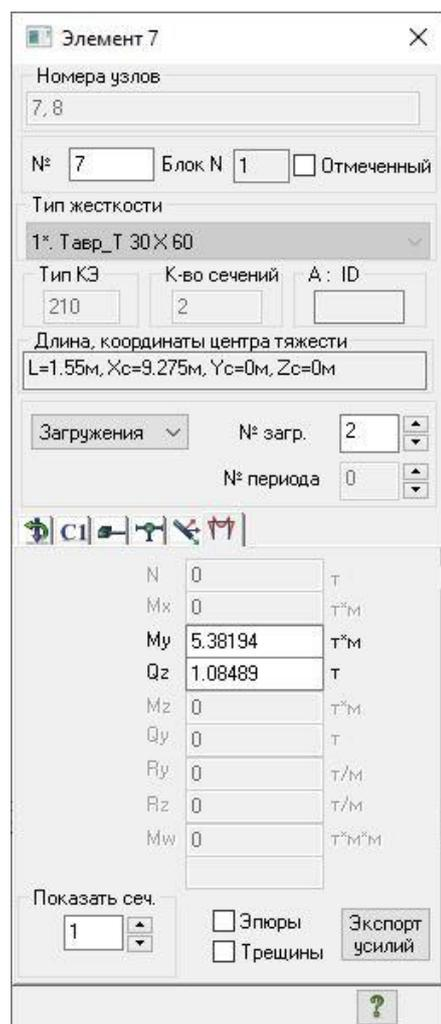

Рис.7.28. Диалоговое окно **Информация об элементе №7**
- В появившемся диалоговом окне **Информация об элементе** (рис.7.28) для отображения характеристик сечения с трещинами установите флажок **Трещины**.